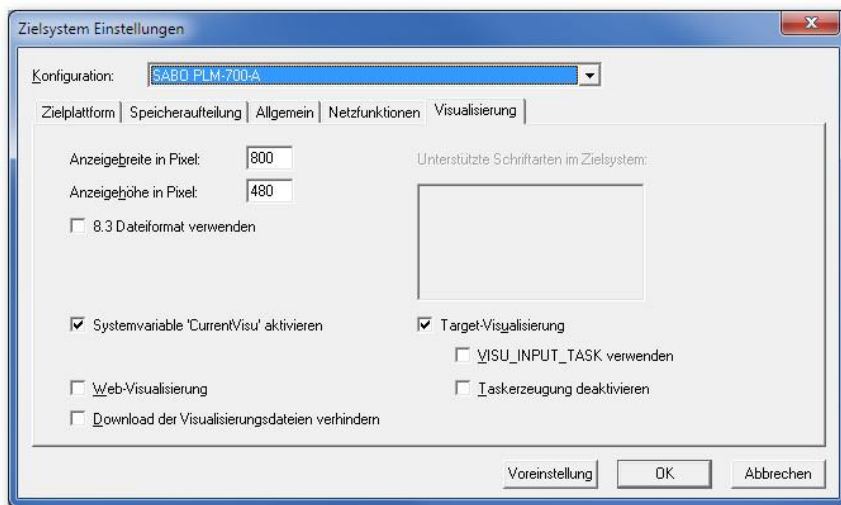

Abb. 4-6: Zielsystem Einstellungen → Visualisierung
- Unter *Zielsystem Einstellungen* → *Visualisierung* sind Einstellungen nur notwendig, wenn die Steuerung ein Grafik-Display besitzt, welches zur Darstellung verwendet werden soll (*Target-Visualisierung*). In diesem Fall muss *Target-Visualisierung* eingeschaltet und die *Anzeigebreite in Pixel* und *Anzeigehöhe in Pixel* angegeben werden (Abb. 4-6). Die Werte für Anzeigebreite und -höhe sind der Dokumentation der entsprechenden PLM-Steuerung zu entnehmen. Einige Werte sind in Tab. 4-1 aufgeführt. *Web-Visualisierung* sollte ausgeschaltet sein, sofern die CoDeSys-Web-Visualisierung nicht verwendet wird, da sonst beim Programm-Download unnötige Daten übertragen werden müssen.